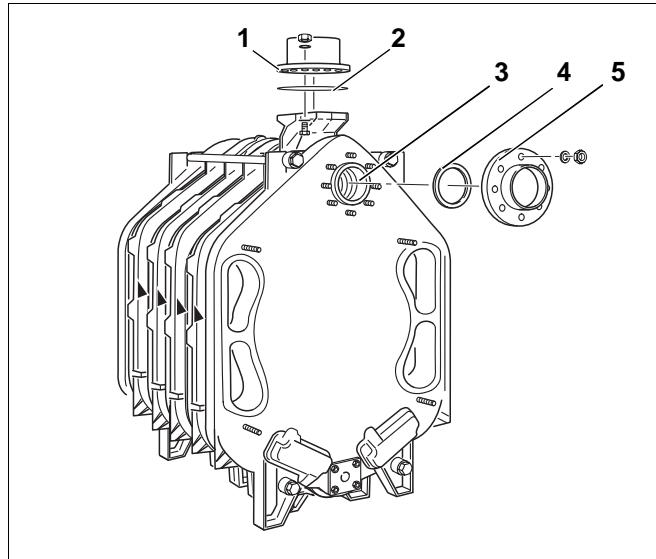

Рис. 25
- На верхней ступице котла (рис. 25, поз. 3 – штуцер обратной линии) при последующем подключении обратной линии устанавливается фланец с приваренным патрубком. Фланец и уплотнительное кольцо показаны на рис. 25, поз. 4-5.
- Фланец подающей линии (рис. 25, поз. 1) и уплотнительное кольцо (рис. 25, поз. 2) устанавливаются при последующем присоединении подающей линии.